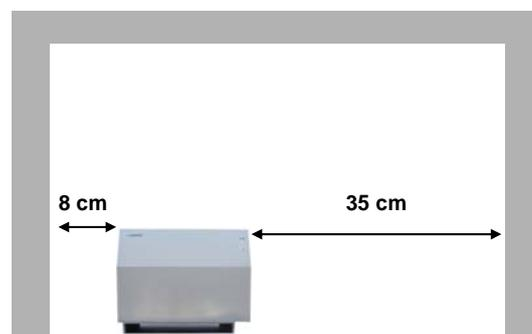

Fig. 4 - Distancias mínimas para montaje en piso
- 8) Ubique el equipo en el sitio seleccionado respetando las distancias mínimas indicadas en la Fig. 4 y 5